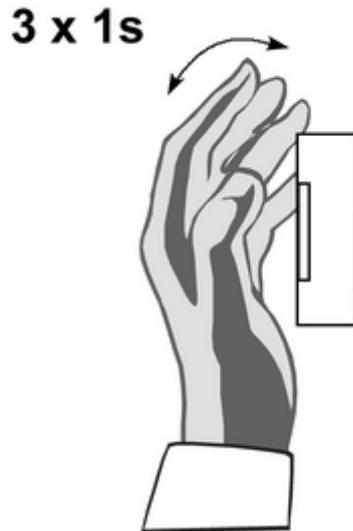

Figura 6: Attivazione della funzione di apprendimento
- Attivazione della funzione di apprendimento: coprire completamente il rilevatore di movimento per tre volte entro 9 secondi (figura 6).